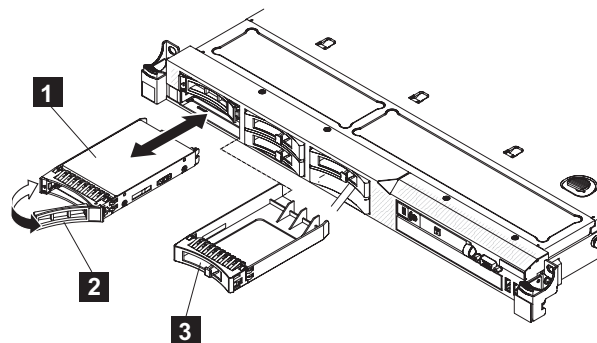

図 110. SAN ボリューム・コントローラー 2145-CG8 または 2145-CF8 ドライブおよびドライブ・ベイ・フィラー
- b. ドライブ・アセンブリーを、図 110 に示すように、ベイ内のガイド・レールに位置合わせします。